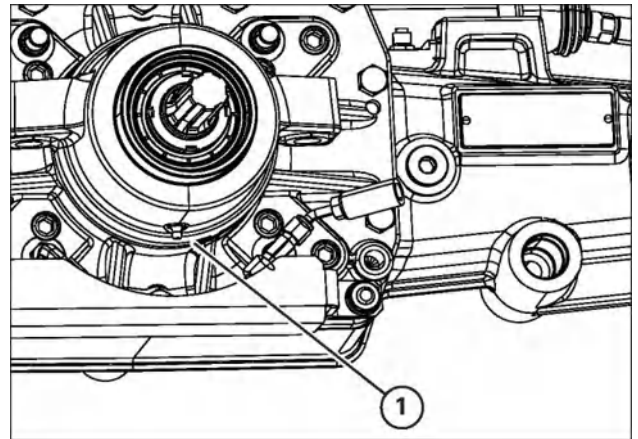
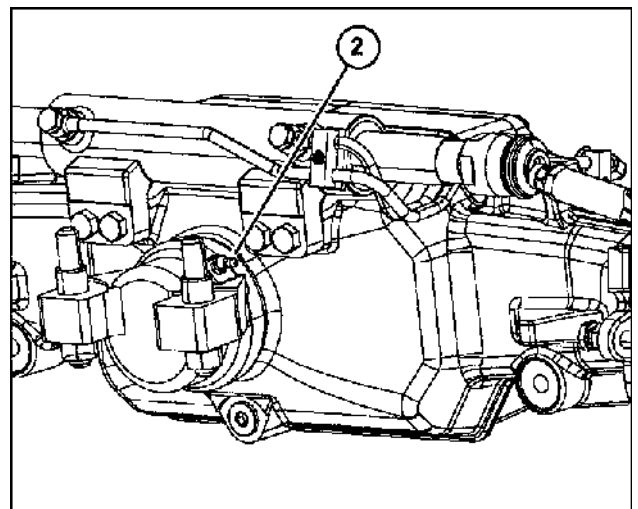

Рис. 7-44. Комплектация F — XL — N
Рис. 7-45. Комплектация F — XL — N
- Центральные шарнирные втулки передней оси: одна передняя (2 — рис. 7-45) и одна задняя (1 — рис. 7-44) (только комплектации F — XL — N)